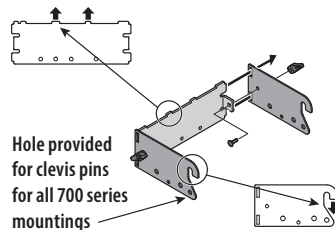

Figure 3
1. Fixez les deux supports d'attelage latéraux au support arrière (attache de remorquage 689-00304A) à l'aide de 2 boulons de carrosserie (710-0276) et 2 écrous papillons (720-04122) du kit de quincaillerie (689-02364). Voir la Figure 3.
NOTE : Les crochets sur les supports latéraux doivent pointer vers le bas et les languettes sur le support arrière doivent pointer vers le haut comme indiqué dans la Figure 3.